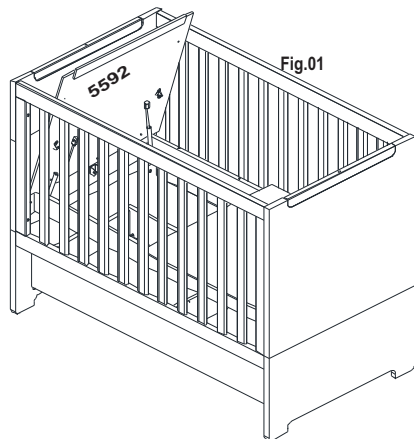

Fig.01
1. Remova o estrado (53789) e o estrado antirrefluxo (5592) das barras de estrado (54452), para isso retire os parafusos que estão fixando os mesmos. **Atenção:** Para soltar o pistão gire o estrado conforme Fig.: 01 e retire o arrame com auxílio de uma chave phillips.
- 1) Fixar os suportes de vidro "S" na cabeceira esquerda inferior (53891) e peseira direita inferior (53892), utilize parafuso 3,0 x 12 mm. Fig. 01.
11) Encaixe a cabeceira intermediária (53893) na cabeceira inferior (53891) e em seguida encaixe a cabeceira superior (5617) na cabeceira intermediária, girando os tambores dando o aperto. Fig 01.